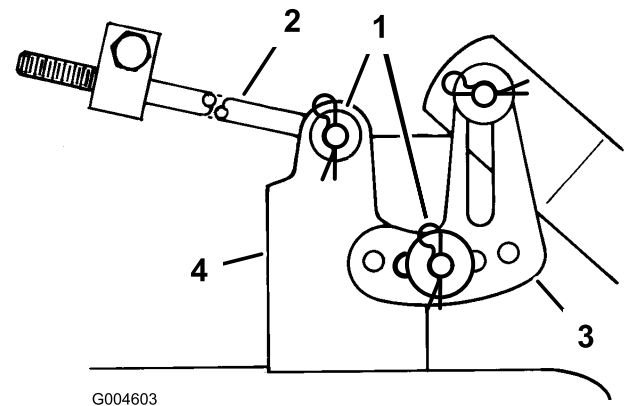

Bild 39
15. Entfernen Sie den Splint und die Scheibe von der Nivellierhalterung oben am Mähwerk (Bild 39).
17. Entfernen Sie den Splint und die Scheibe vom Ende der langen Stange (Bild 39). Schieben Sie die Stange aus der Mähwerkhalterung heraus. Wiederholen Sie diesen Schritt an der anderen Mähwerkseite.
13. Schieben Sie das Ende der langen Stange durch das Loch in der Mähwerkbefestigung (Bild 39).
15. Montieren Sie die geschlitzte Mähwerknivellierhalterung am Stift am Schnitthöhenarm (Bild 39).